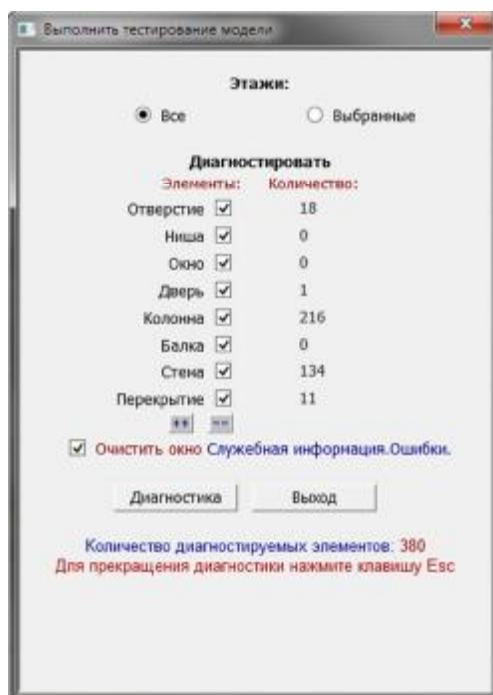

Рис.3.12. Диалоговое окно Выполнить тестирование модели
- В открывшемся диалоговом окне **Выполнить тестирование модели** (рис.3.12) щелкните по кнопке **Диагностика**.